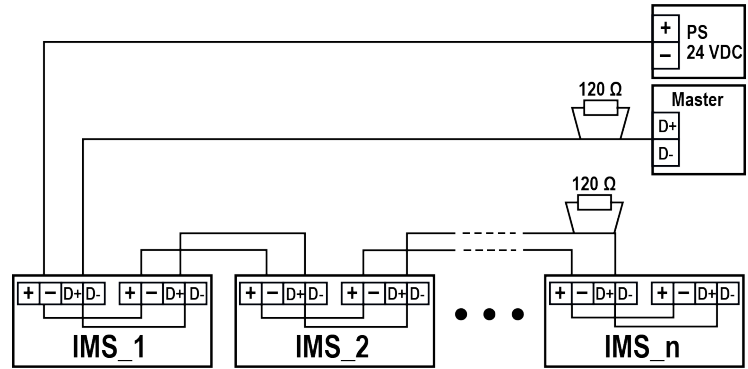

Abb. 8 Bus-Topologie-Diagramm
3. Schließen Sie die Leiter gemäß dem entsprechenden Diagramm (Abb. 8) an den schraubenlosen Klemmenblock an.
Abb. 8 veranschaulicht die Busverbindung mehrerer Geräte.